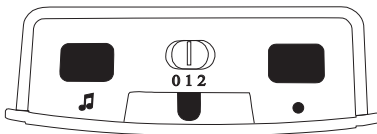

Abbildung 6: »signalux« Oberseite
Mit Hilfe des Signalwahl-Schiebeschalters (in Abb.6 „0 1 2“) können Sie die Art der Signalisierung wählen.
- d) Drücken Sie den Melodie-Wahltaster  (Abb. 6) so oft, bis Sie die gewünschte Tonfolge gefunden haben (15 Tonfolgen stehen zur Auswahl).
- Halten Sie die Taste ● (Abb. 6) lange gedrückt. Die Symbole leuchten nacheinander auf. Lassen Sie die Taste los, sobald das gewünschte Symbol aufleuchtet.
- Drücken Sie nun gleichzeitig die Taste ● und den Melodie-Wahltaster 🎵 (beide Abb. 6), bis alle Symbole gleichzeitig kurz aufblinken.